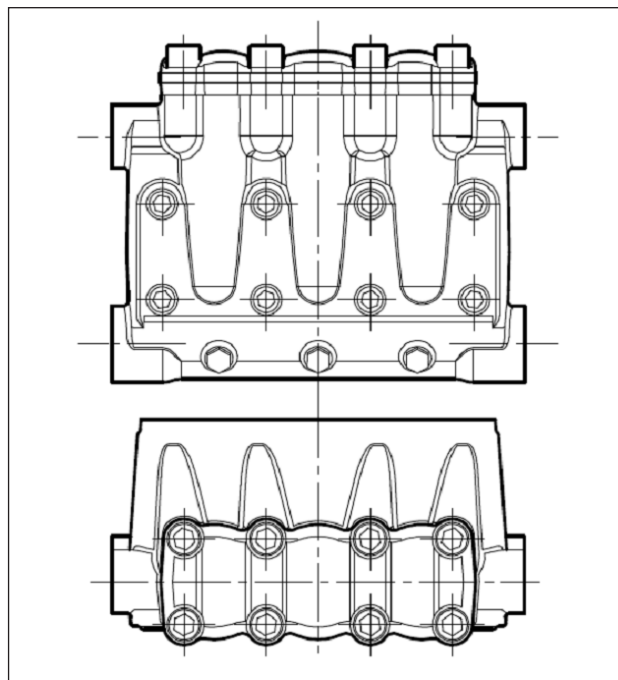

Рис. 34
** Винты крепления головки насоса (поз. на деталировочном чертеже 39) нужно затягивать динамометрическим ключом в порядке, указанном на схеме на Рис. 34.
*** Винты крепления крышки клапанов (поз. на деталировочном чертеже 41) нужно затягивать динамометрическим ключом в порядке, указанном на схеме на Рис. 34.